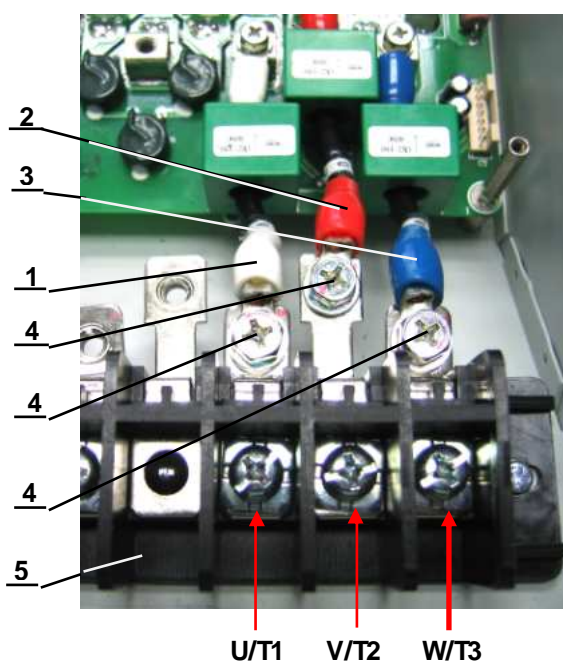

Рис. 7.11
- 7.4.12. Присоединить свободные концы проводов **U, V, W** (рис.7.11) к наконечникам клемм **U/T1, V/T2, W/T3** силовой клеммной колодки (5), соответственно, и закрепить их винтами (4).